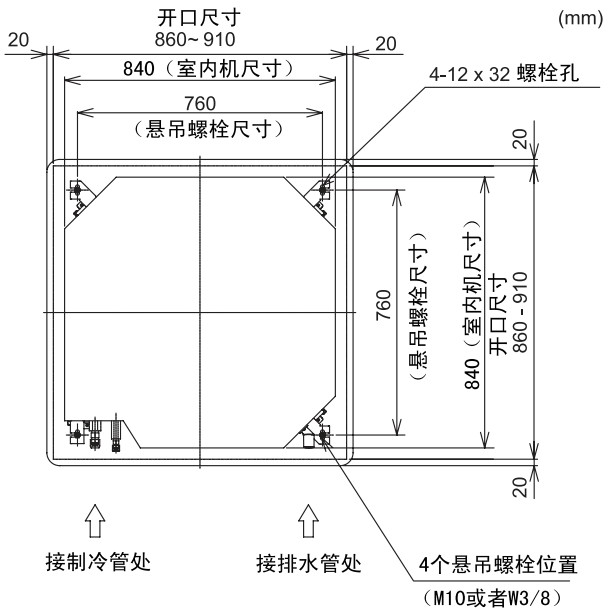

图3.3 天花板开口及悬吊螺栓位置
- (1) 选择合适位置和方向安装室内机，测量其位置。注意保留接管、布线及维修空间。
- (2) 如图3.3所示，在吊顶上开孔用于安装室内机。
- (3) 确保吊顶水平，否则冷凝水无法排出。
- (4) 加强吊顶的开孔部。